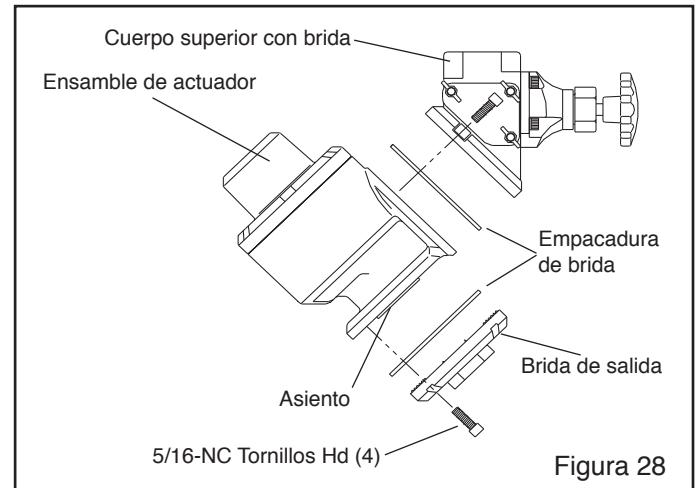

Figura 28
7.7.2 Refiérase a la Figura 28 y retire los tornillos que aseguran el cuerpo superior y la brida de salida al ensamble del actuador de la válvula y retire entonces el ensamble del actuador.
7.7.3 Refiérase a la Figura 28 y retire los tornillos que aseguran el cuerpo superior y la brida de salida al ensamble del actuador de la válvula y retire entonces el ensamble del actuador.